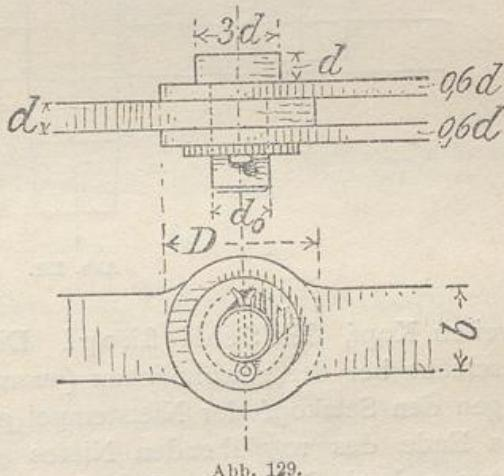

Abb. 129.
2. Scharnierbolzen dienen zur Befestigung von Eisenteilen, die gegeneinander beweglich bleiben sollen. Es sind runde, glatt abgedrehte Eisenstäbe, die an einem Ende mit einem festen Kopf, dem Bolzenkopf (oder mit Schraubengewinden und einer Mutter) versehen sind. Das andere Ende ist nach der Art der Verbindung verschieden ausgebildet; oft ist ein Loch darin und durch dieses ein Splint gesteckt (Abb. 129). Die einzelnen verbundenen Teile können sich hierbei um den Scharnierbolzen drehen. Nach der Stärke des Bolzendurchmessers (d) werden die anderen Abmessungen bestimmt.